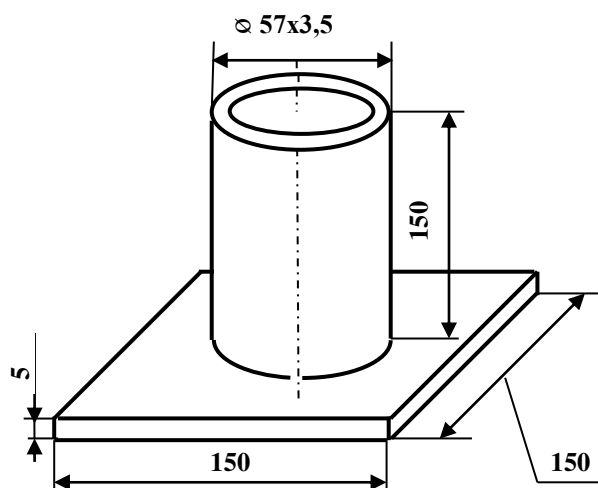

рис.2
Текст задания : *Выполните сборку двух заготовок под сварку на прихватках методом ручной дуговой сварки покрытыми электродами согласно рис. 2*
1. Выберите пластину (материал: ст3 сп ГОСТ380) с размерами согласно рис.2.
2. Выберите трубу согласно рис.2 (материал: 20 ГОСТ 1050). Разметьте на ней заготовку длиной 150 мм.
6. Соберите трубу с пластиной (как показано на рис.2)